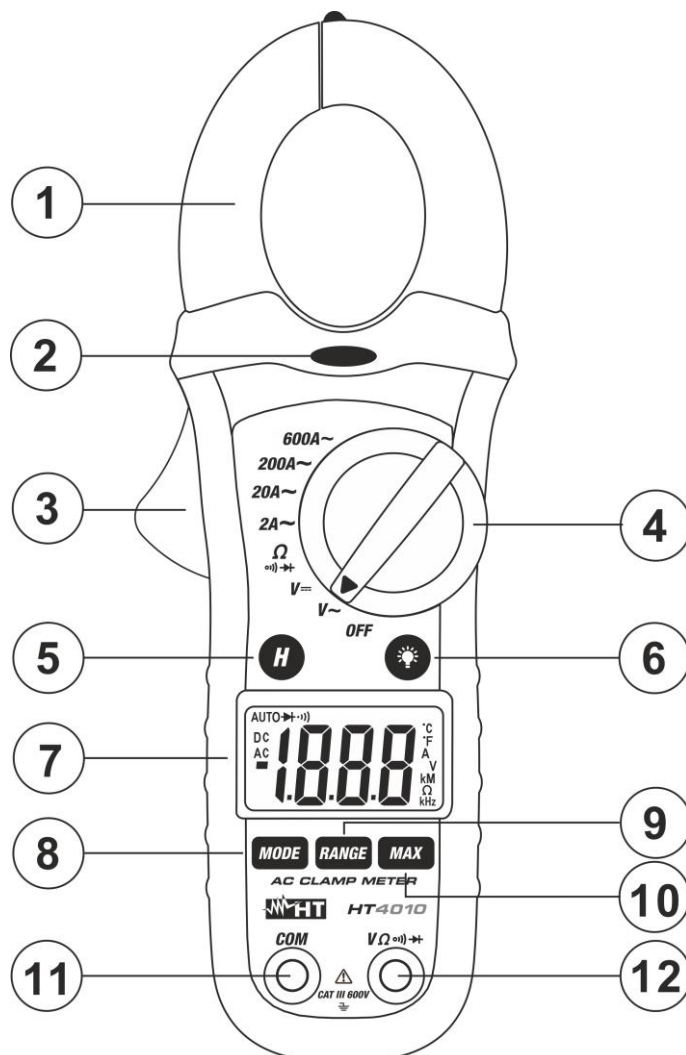

Fig. 1 Descripción del instrumento
1. **La función NCV está siempre activa incluso con el instrumento apagado.** Acerque el instrumento a una fuente CA y note el encendido del LED rojo en la parte superior (ver Fig. 1 – parte 2) que evidencia la presencia
1. Acerque el instrumento a una fuente de CA y el LED rojo de la base del maxilar se encenderá (ver Fig. 1 – parte 2) detectando presencia de tensión
1. Acerque el instrumento a una fuente de CA. El LED rojo de la base del maxilar se encenderá (ver Fig. 1 – parte 2) detectando presencia de tensión